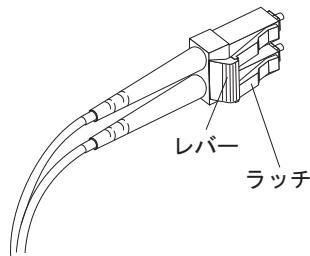

図 23. LC-LC ファイバー・チャネル・ケーブルのレバーおよびラッチ
- 図 23 に示すように、SFP モジュールまたはホスト・バス・アダプターに接続した LC-LC ケーブルの端のレバーを押し下げたまま、ラッチを解放します。